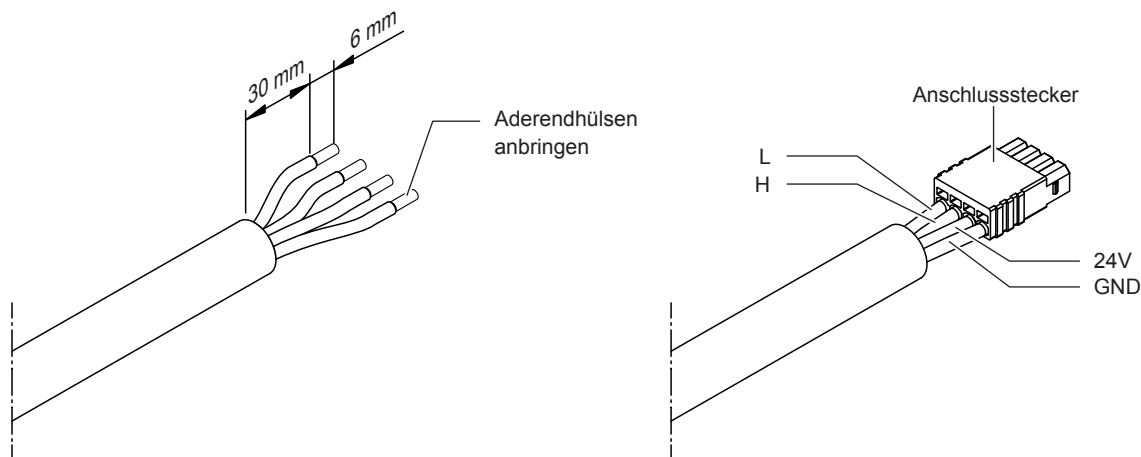

Abb. 21: CAN BUS-Kabel für den Anschluss auf der Steuerplatine vorbereiten
4. Das bzw. die CAN BUS-Kabel ablängen. Das bzw. die Kabelende(n) gemäss Abb. 21 für den Anschluss des Steckers vorbereiten und den/die Stecker an die/das CAN BUS-Kabel anschliessen.